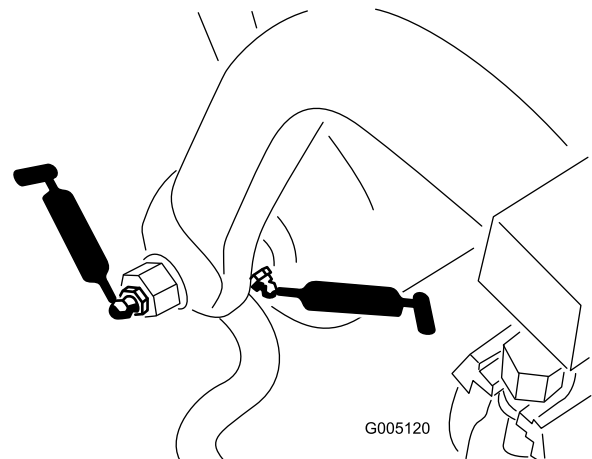

Figura 28
- Eje y rodillo del bastidor de tiro (12) (Figura 28)